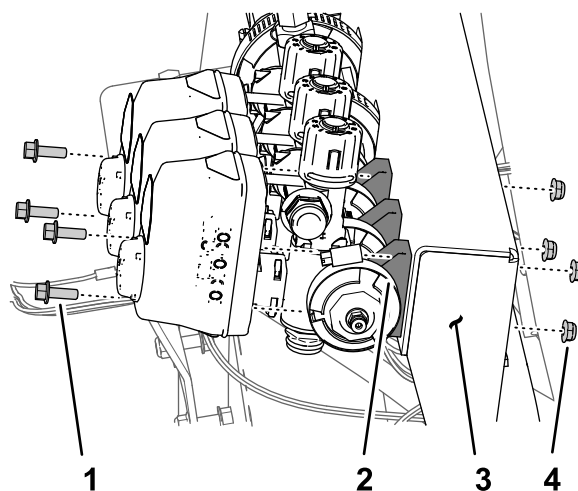

Рисунок 66
2. Удалите два болта с фланцевыми головками (1/4 x 3/4 дюйма) и две контргайки (1/4 дюйма), которые крепят клапан правой секции стрелы к креплению коллектора (Рисунок 66).
3. Снимите фланцевый хомут на 40–64 мм и прокладку 25 x 35 мм, которые крепят фланец клапана левой секции к переходнику (Рисунок 66).
1. Удалите два болта с фланцевыми головками (1/4 x 3/4 дюйма) и две контргайки (1/4 дюйма), которые крепят клапан левой секции стрелы к креплению коллектора (Рисунок 66).